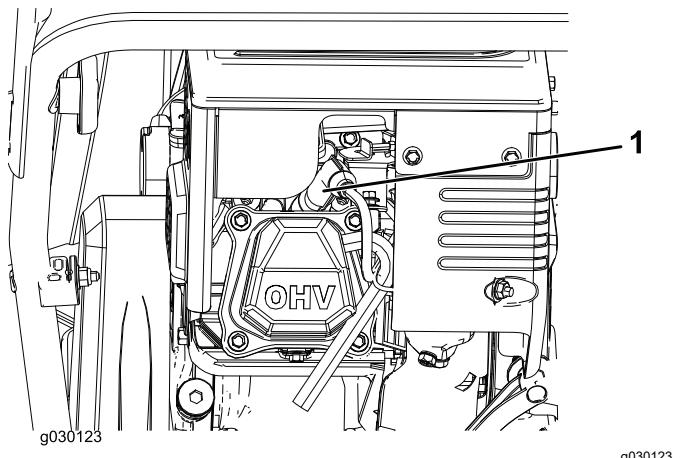

Figure 19
maximum sur la jauge (Figure 19). Ne remplissez pas excessivement.
1. Enlevez le capuchon (Figure 19).